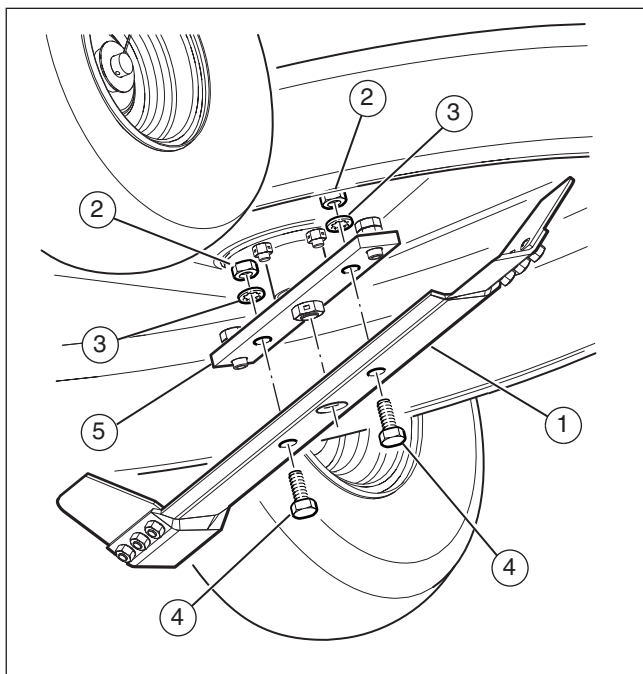

Figura 21
- Revise frecuentemente la cuchilla (1) para saber si existe desgaste, grietas u otro tipo de daño (consulte la Figura 21).
- Revise frecuentemente las tuercas (2) que fijan la cuchilla. Mantenga apretadas las tuercas.
3. Retire las tuercas (2), las arandelas (3) y los pernos (4) que fijan la cuchilla (1) (consulte la **Figura 21**).
6. Monte la cuchilla en el mandril (5).
8. Apriete la cuchilla con los pernos originales (4), las arandelas (3) y las tuercas (2).